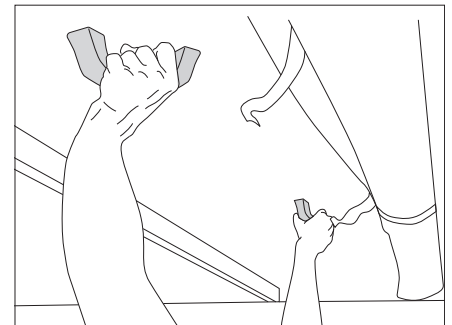

Bild 48 Aufstelldach hochstellen
- Aufstelldach an den Griffen mit beiden Händen nach oben drücken (Bild 48).